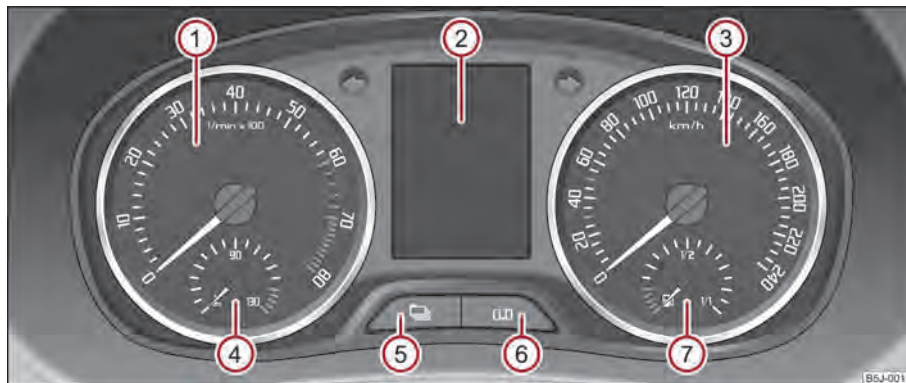

Fig. 2 Strumento combinato
Il settore rosso del contagiri ① ⇒ fig. 2 indica la fascia di regime in cui la centralina di gestione del motore inizia a limitare il numero di giri. La centralina di gestione del motore limita il numero di giri su un valore che impedisce rischi di danneggiamento.
L'indicatore di temperatura liquido di raffreddamento ④ ⇒ fig. 2 è operativo solo con accensione inserita.
L'indicatore di riserva carburante ⑦ ⇒ fig. 2 è attivo solo con accensione inserita. ▶
Premendo il tasto di reset  => **fig. 2** per circa 1 secondo viene azzerato il contachilometri parziale.